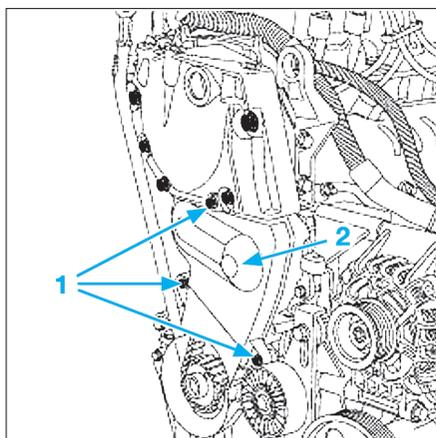

Fig. 24
- les vis de fixation du carter inférieur (1) (Fig.24),
- le carter inférieur (2),